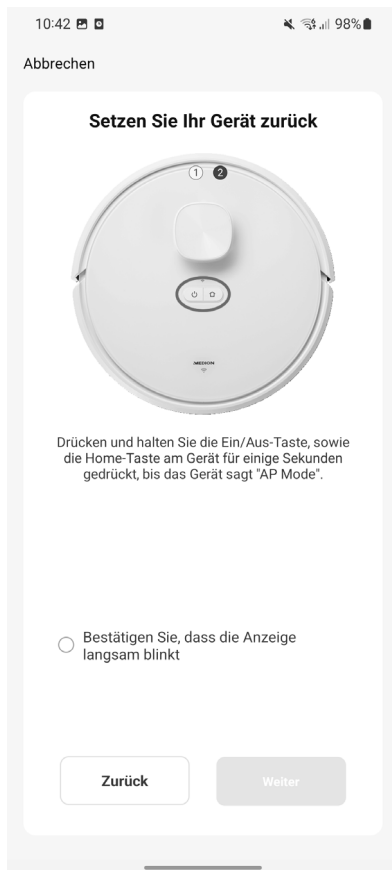

Fig. 5
- ▶ Pour ce faire, maintenez simultanément les boutons  +  enfoncés pendant quelques secondes (voir fig 5).